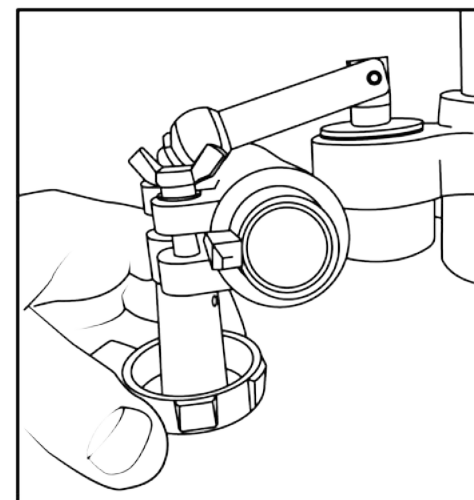

Рис. 5
7. Соедините штангу и узел крепления, чтобы зубчатая рейка находилась в зацеплении с шестерней регулятора горизонтального хода (Рис.5).